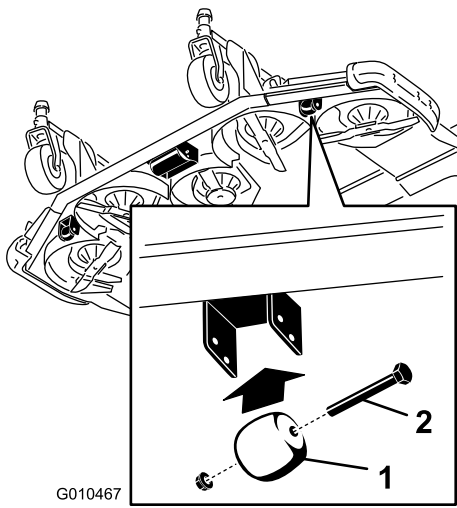

Bild 31
- Nehmen Sie die Schraube und die Mutter ab, mit denen die Rollenwelle an der Mähwerkhalterung befestigt ist (Bild 31).
1. Entfernen Sie die Schraube und Mutter, mit denen das Abstandsrad an den Mähwerkhalterungen befestigt ist (Bild 31).